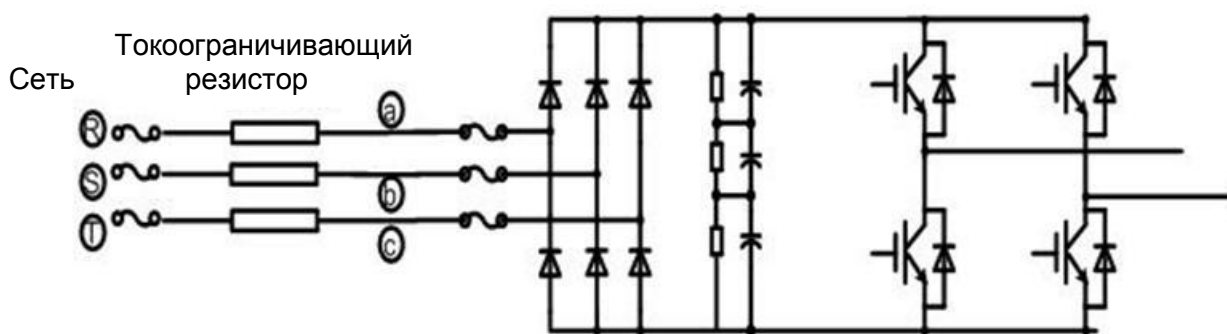
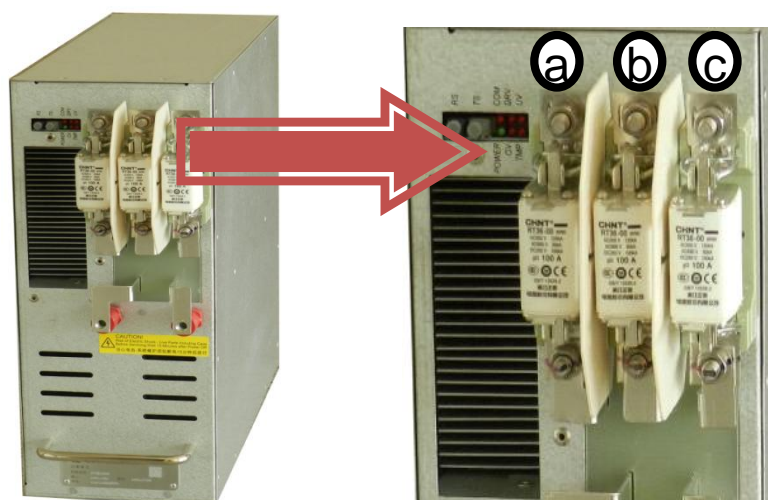

Рис. 10-12 Схема источника питания
Рис. 10-13 Электрическое подключение
- Электрическое соединение: трехфазная сеть подключена к трехфазному токоограничивающему резистору, и затем к входным клеммам источника питания. Токоограничивающие резисторы и электрические подключения показаны на Рис. 10-12 и Рис. 10-13 (различные модели источников питания могут иметь различную конструкцию, электрические соединения показаны на обратной стороне предохранителей).